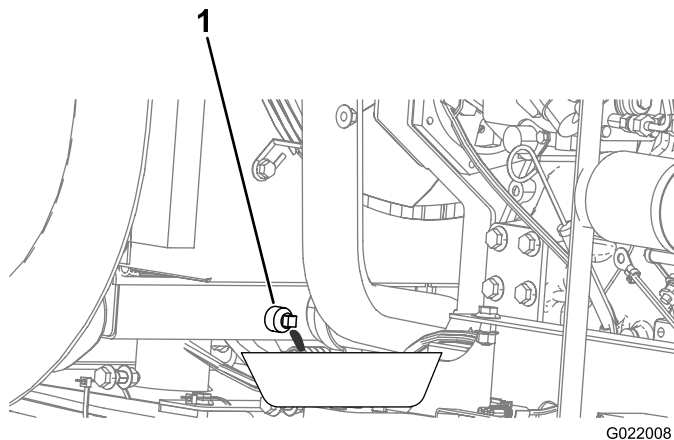

Рисунок 102
5. Подставьте под сливную пробку сливной поддон (Рисунок 102).
8. Закройте пробку сливного отверстия (Рисунок 102).
- С. Закройте пробку сливного отверстия (Рисунок 102).
- Н. Закройте пробку сливного отверстия (Рисунок 102).